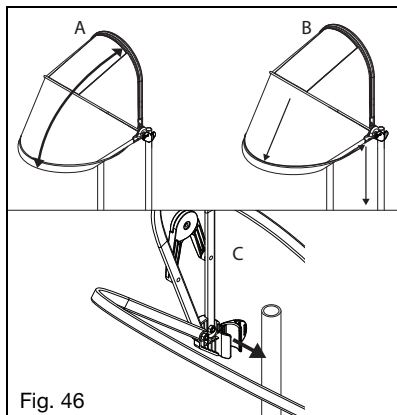

Fig. 46
- Plegado de la cubierta (Fig. 46:A)
- Extracción e instalación rápidas (Fig. 46:C)
3. Borde para contener la lluvia (Fig. 46:B).